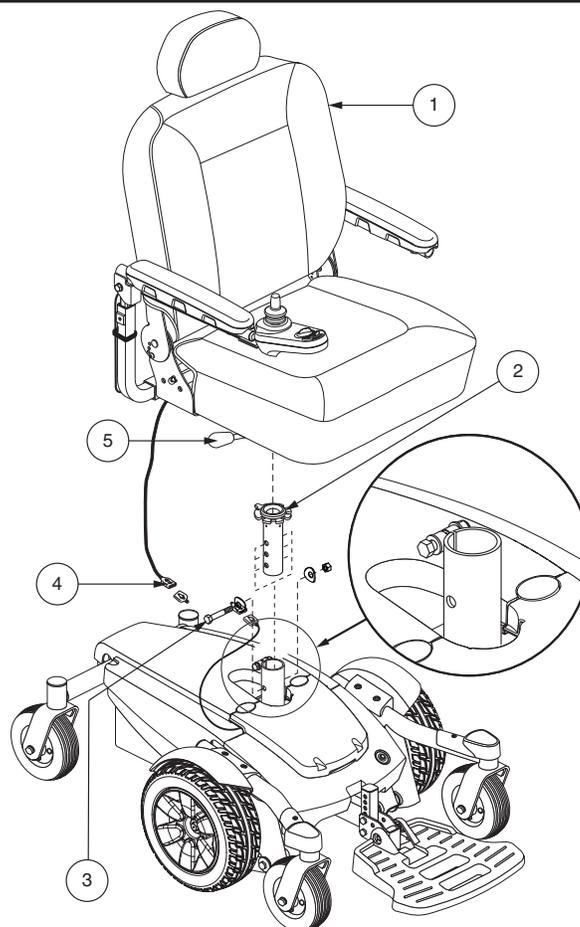

Bild 13. Einstellung der Sitzhöhe
3. Trennen Sie den Controller-Stecker von der Strombasis. **Siehe Bild 13.**
4. Lösen Sie den Sitzentriegelungshebel. **Siehe Bild 13.**
6. Lösen Sie die Hardware an der Rückseite der Sattelstütze. **Siehe Bild 13.**
7. Entfernen Sie die Sitzhöhenverstellungsschraube, die Unterlegscheiben und die Mutter von der Sattelstütze. **Siehe Bild 13.**